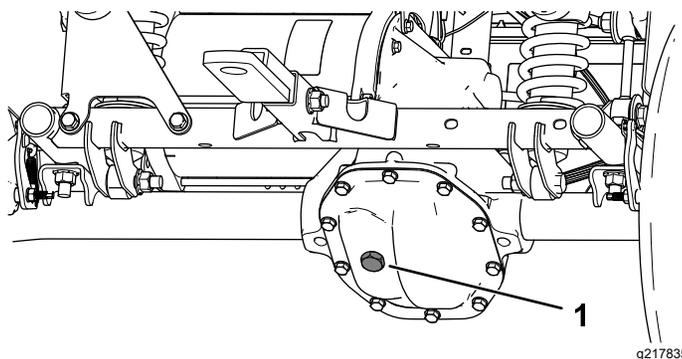

Рисунок 47
4. Снимите пробку заливного отверстия в коробке передач (Рисунок 47).
5. Если уровень жидкости низкий, снимите пробку заливного отверстия и доливайте жидкость указанного типа до тех пор, пока она не начнет вытекать из отверстия (Рисунок 47).
4. Отверните крышку заливного отверстия в коробке передач и залейте в коробку передач жидкость указанного типа до тех пор, пока она не начнет вытекать из заливного отверстия (Рисунок 47).